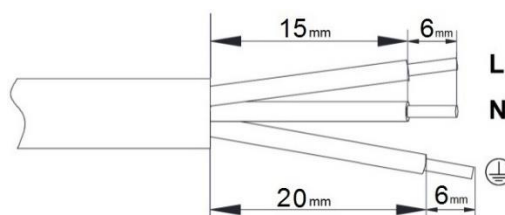

Fig. 2
- Aux deux extrémités du câble électrique, dénudez les fils comme sur la Fig. 2.